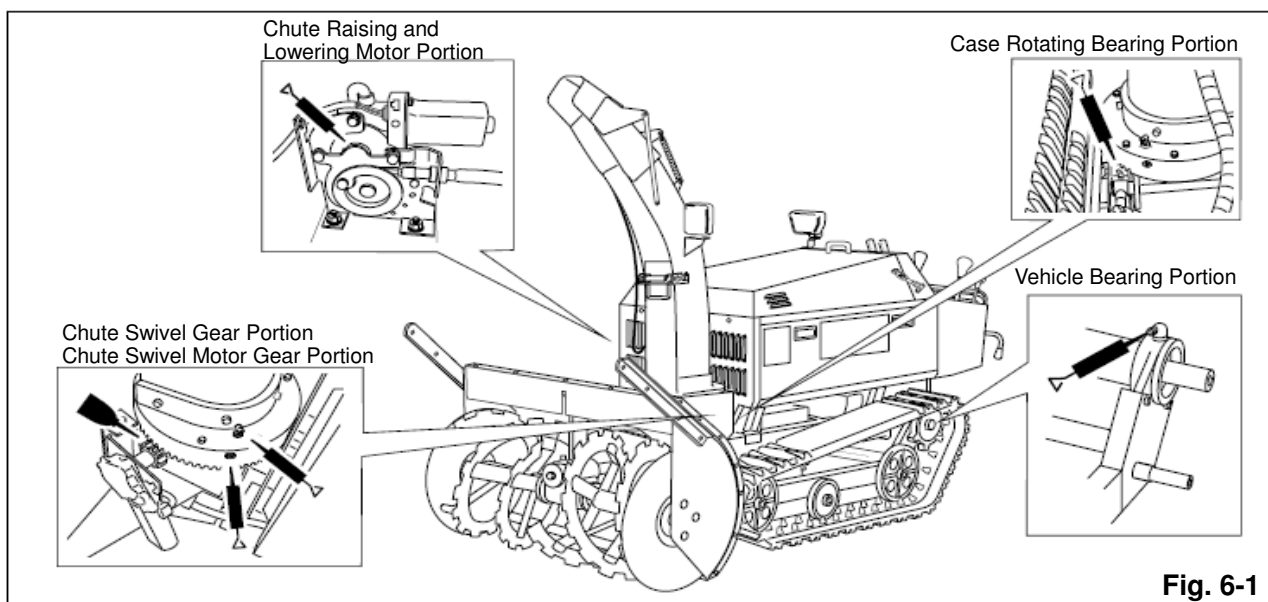

Fig. 6-1
• Schmierung (siehe Bild 6-1)
(1) Schmierung mit Fett
(2) Schmierung mit Öl